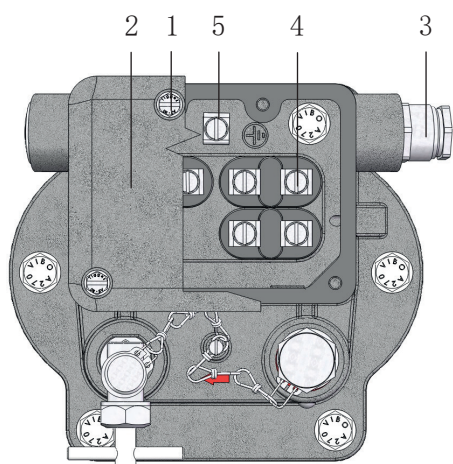

图 10 - 电力接线
- 拧下四个M5规格的螺栓(图 10/ 1 号)
- 取下盖板 (图 10/ 2 号)
- 电缆通过缆线螺栓连接(图 10/ 3 号)引入
- 电缆在接线柱(图 10/ 4 号)上连接 (最大起动力矩为 3 Nm)
接地安全引线 (绿-黄色绝缘线) 与接地端子(图 10/ 5 号)连接, (最大起动力矩为 3 Nm)